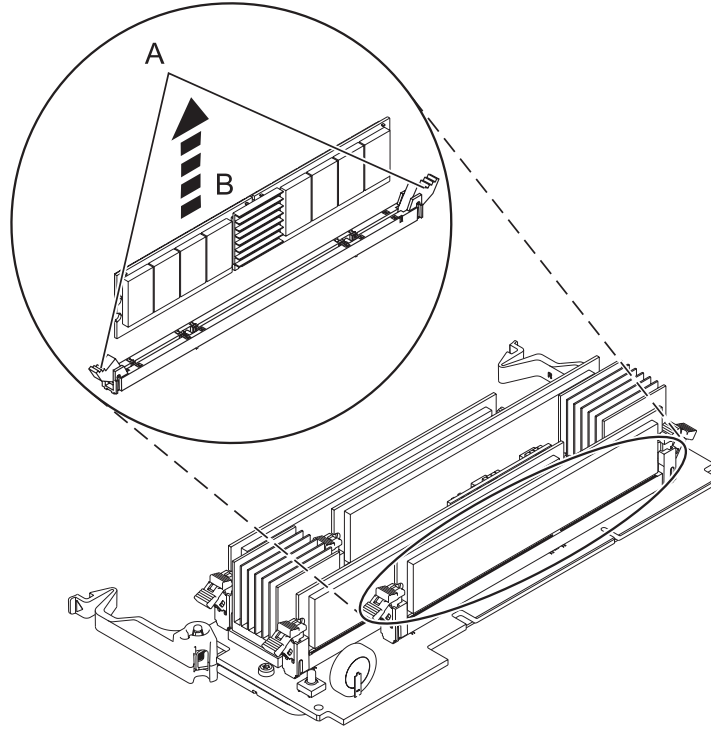

Figure 10. Retrait d'un module de mémoire
9. Retirez le module de mémoire comme suit. Déverrouillez le module de mémoire en poussant sur les taquets de verrouillage (A) afin de les mettre en position ouverte, comme indiqué dans la figure 10, à la page 21. Soulevez le module de mémoire (B) pour le sortir du connecteur. La pression exercée sur les taquets force le module à sortir du connecteur.